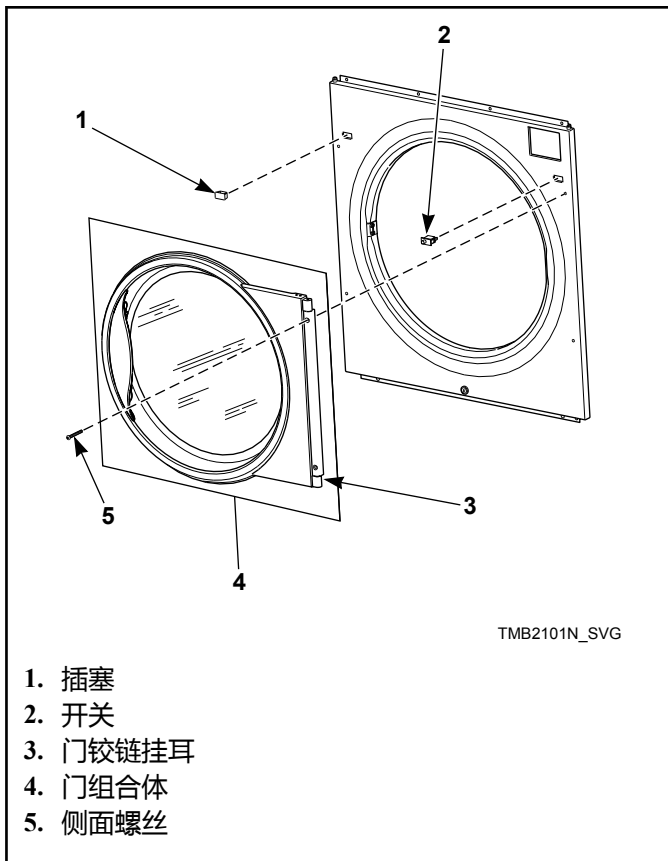

图 9
4. 拆下四颗前面板螺丝。参见图 8。将门铰链凸轮固定在门铰链挂耳上。将挂耳和门组合体一起取下。参见图 9。
5. 拆下剩余的前面板螺丝。参见图 8。将门开关线束与开关断开。取下前面板。参见图 9。
6. 交换开关和插塞的位置。使用可调手钳按下凸舌，以从前面板上卸下插塞和开关。重新安装开关，保证按钮方向朝向机中央。在开关原来的位置上重新安装插塞。参考图 9。